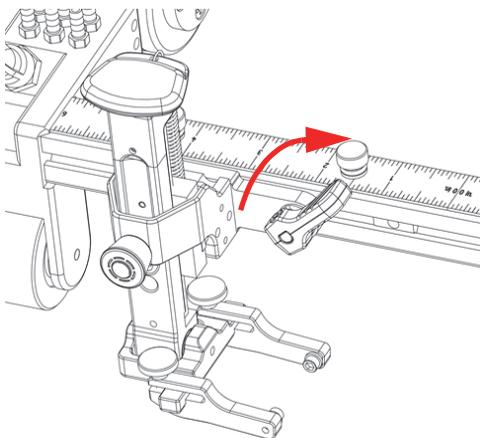

Рис. 2-16 Рычаг в запертом положении
3. Поверните рычаг по часовой стрелке, чтобы зафиксировать держатель ПЭП (Рис. 2-16 на стр. 57).